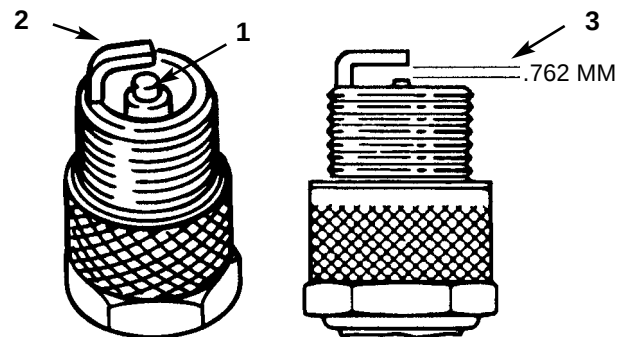

Fig. 25
1. Se på midten af tændrøret (fig. 25). Hvis isolatoren ser lysebrun eller grå, er motorens funktion ikke korrekt. En sort belægning på isolatoren betyder som regel, at luftfilteret er snavsset.
2. Kontrollér gnistgabets mellem midter- og sideelektroden (fig. 25). Bøj sideelektroden hvis gnistgabets ikke er korrekt.